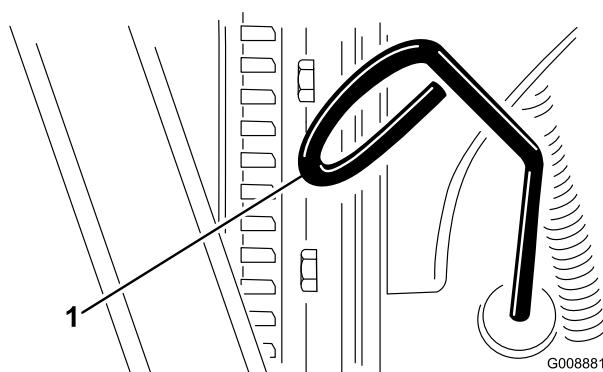

Figura 24
2. Retire a vareta (Figura 24) e limpe-a com um pano limpo .